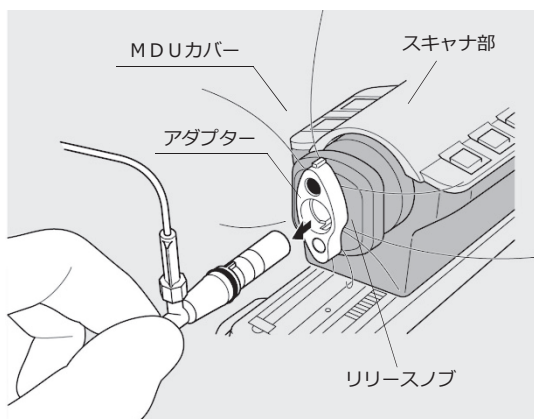

図8 本品の取り外し
- (3) すべての観察を終えたら、専用装置の使用法に従い、スキャナ部を後方に引き、ユニットコネクタをベース部のカテーテルクランプから外す。その後、アダプターを反時計回りに止まるまで回し、スキャナ部先端のリリースノブを本品側に引き出し、本品をスキャナ部から外す（図8）。